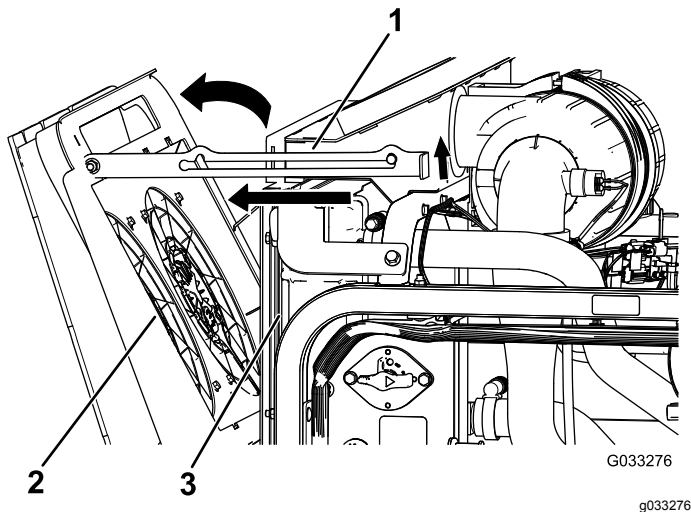

Bild 107
2. Drehen Sie die Kühlventilatoren des Motors zur Rückseite des Kühlers und arretieren Sie die Stützstange in der Kerbe (Bild 107).